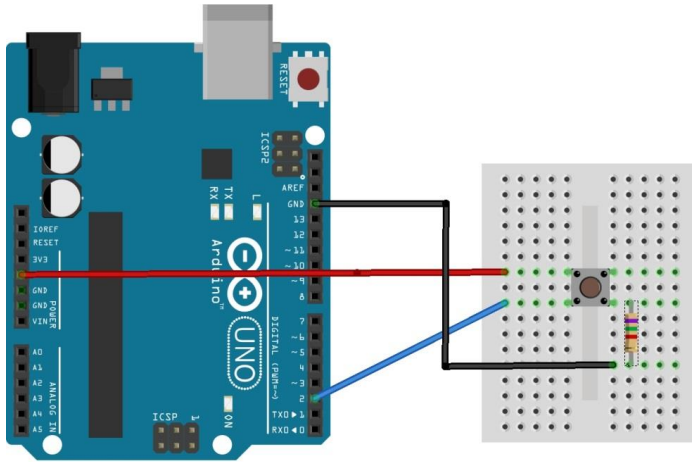

Рис. 1.3. Підключення кнопки до Arduino Uno
3. Ознайомитись зі схемою підключення механічної кнопки (рис. 1.3.). Зібрати її на макетній платі. Використати підтягуючий резистор на 7,5 кОм.